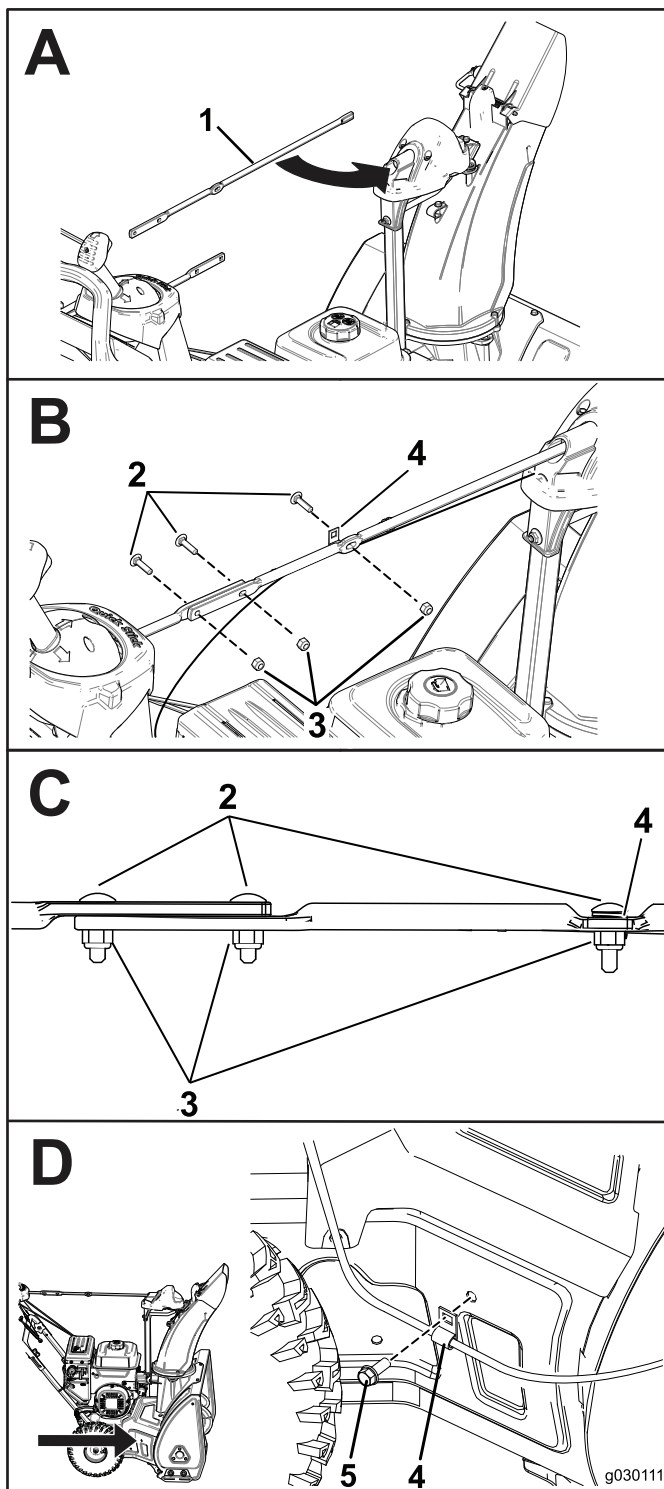

Рисунок 5
2. Установите стержень желоба и закрепите тросики (Рисунок 5).